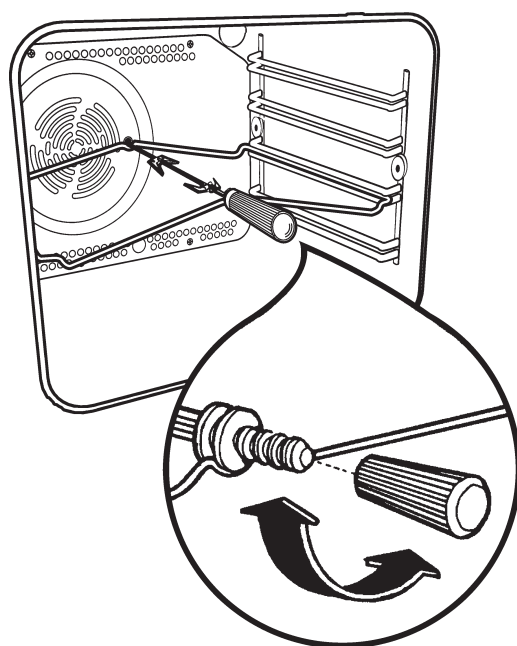

Рис. 5
2. установите вертел на держатель и вставьте весь узел на вторую направляющую снизу (рис.5);
3. вставьте кончик вертела в кожух мотора поворотного механизма (в отверстие на задней стенке камеры духового шкафа - см. рис.5);